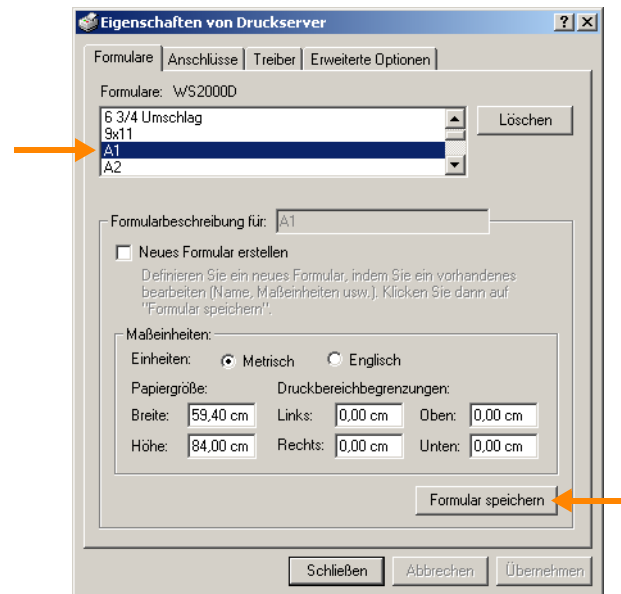

Bild 10 Format A1 hinzugefügt
c Bezeichnung muss der Angabe im Druckserver-Formular entsprechen (Bild 10)
4. Wählen Sie FORMULAR SPEICHERN. Das neue Format A1 erscheint in der Liste der Formulare (Bild 10).
Sektion für das Papierformat A2 (Name entspr. Formular; Bild 10)
Formatname – wie im Formular angegeben (Bild 10)